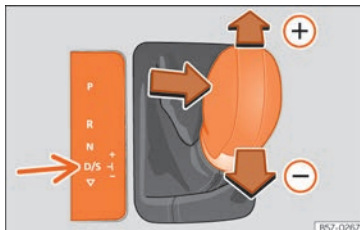

Abb. 154 Hebel in Tiptronic-Stellung.
- Drücken Sie den Hebel nach vorn (+) oder zurück (-), um hoch- oder herunterzuschalten »» **Abb. 154.**